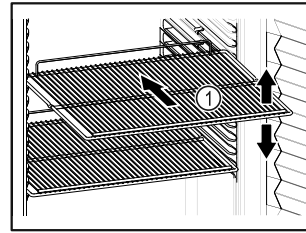

Fig. 56 Näitlik kujutis
- Kui hoiuretid Fig. 56 (1) on teiseldatavad, siis kohandage olenevalt kõrgusest.